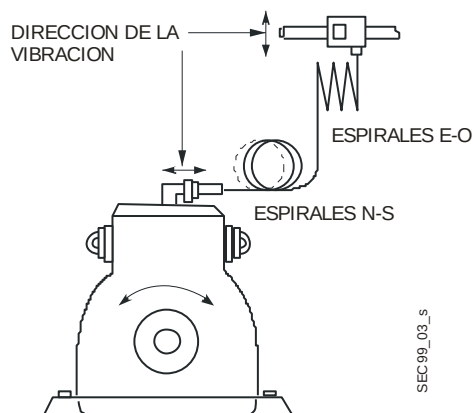

Figura 3: SEC99 Arreglo Perpendicular de Espirales Flojos
- A veces, dos arreglos perpendiculares de espiral flojo pueden ser necesarios para amortiguar las vibraciones desde direcciones opuestas. Véase la Figura 3.